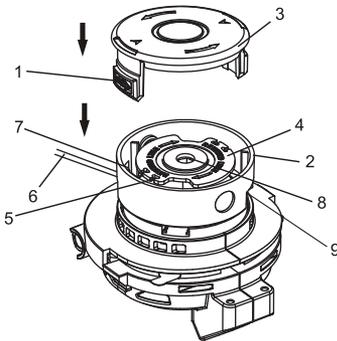

Fig.13
2. Retirer l'extrémité libre du fil pour coupe-herbe de la fente de retenue (5) de la bobine (Fig.13).
- Enrouler délicatement et uniformément le fil pour coupe-herbe sur la bobine afin d'éviter les chevauchements causant d'autres blocages du fil (Fig.13).